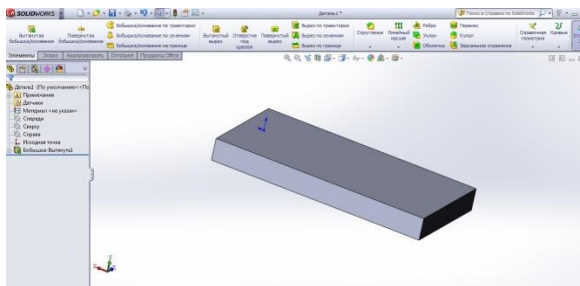

Рис. 3.4
6. Нажимаємо кнопку **Ок**. Готовий елемент показано на рис. 3.4.